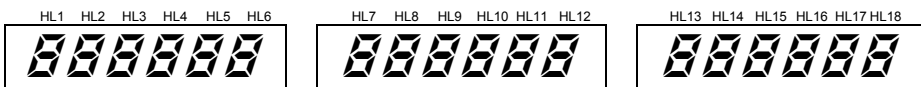

Рис. 3. Блок индикации весов «Меркурий 313/314».
2.3.3. Расположение индикаторов приведено на рис. 3...5, а их значение приведено в табл. 2.